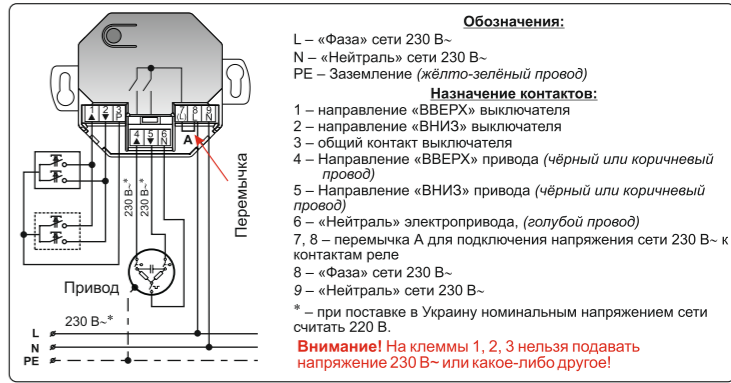

Рисунок 1 – Типовая схема подключения Nero II 8413 UPM
- Подключить провода в соответствии с типовой схемой подключения (рисунок 1). При подаче напряжения питания на Nero II 8413 UPM индикатор вспыхнет жёлтым цветом и прозвучит кратковременный звуковой сигнал.